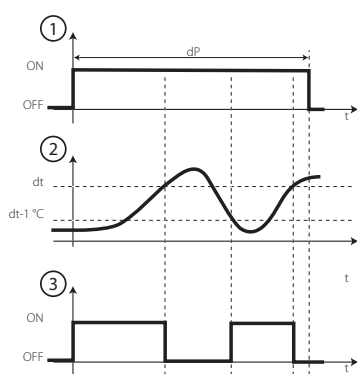

Рис. 4.g
- по времени с контролем температуры (только с нагревателями); в течение заданного времени: сигнал запроса размораживания выдается только когда температура опускается ниже предельной температуры завершения цикла размораживания, что гарантирует экономии электроэнергии и эффективное размораживание испарителя даже в более сложных условиях (см. Рис. 4.g).